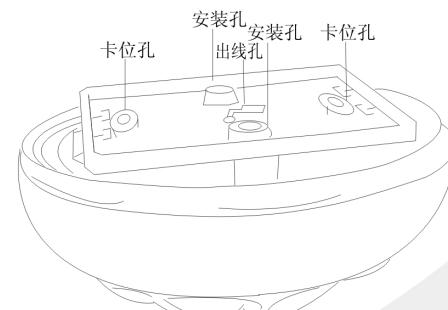

图. 3 探测器支架
- 选择适当的安装地点；用螺钉固定好固定座；将接好电源及输出接线的探测器镶嵌到固定座上（如图3）。